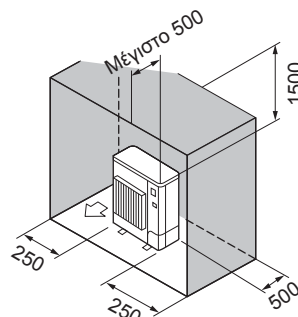

Fig. 2-7
- ⑥ Εμπόδια στην πίσω, στις δύο πλαϊνές και στην επάνω πλευρά μόνο (Fig. 2-7)